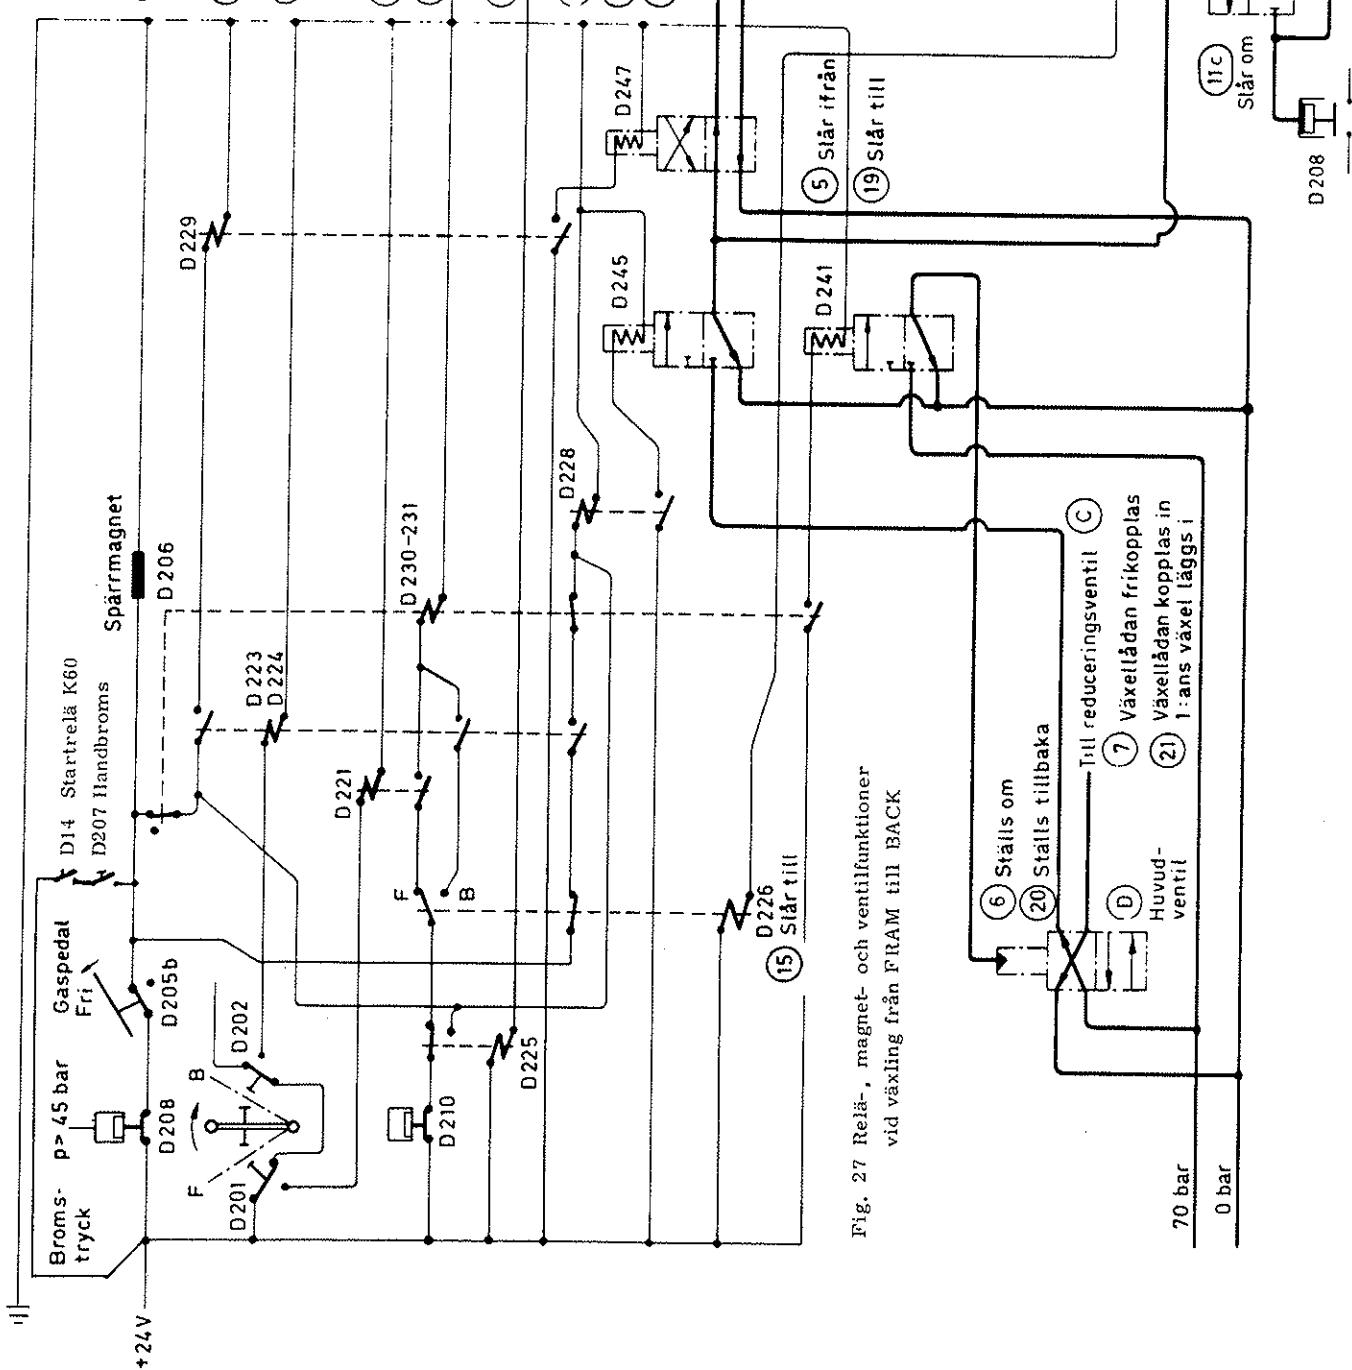

Fig. 27 Relä-, magnet- och ventillfunktioner vid växling från F-RAM till BACK
- 4 Bromspedalen nedtryckt varvid växlingsreglagets spärrning upphäves (magnet D206, se Fig. 27 överst)